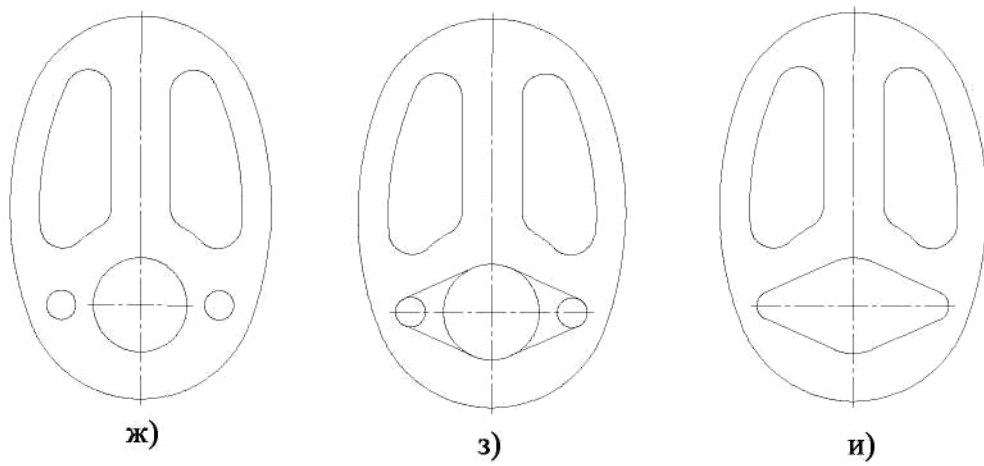

Рис. 2.12 - Последовательность выполнения лабораторной работы
2. Изобразить осевые линии (рис.2.12 а).
- б) щелкнуть по пиктограмме **Отрезок**, задать стиль линии **Осевая**, а затем изобразить осевые линии (рис. 2.12 а). При формировании изображений осевых линий использовать расширенную команду  - **Параллельный отрезок** -
3. Изобразить заданные окружности (рис. 2.12 а). Для точного указания точек использовать объектную привязку **Пересечение**. Для этого щелкнуть на кнопке  - **Установка глобальных привязок** и в открывшемся окне установить опцию **Пересечение**.
4. Построить окружности, касательные к заданным окружностям (рис. 2.12 б).
5. Удалить ненужные части окружностей. Использовать команду  - **Усечь кривую** панели **Редактирования** (рис. 2.12 в).
6. Построить дугу окружности **m** на заданном удалении от внешнего контура и прямую **n**, параллельную вертикальной оси симметрии (рис. 2.12 г). Использовать команду  - **Эквидистанта кривой** панели **Геометрия**.
7. Построить сопряжения между прямой **n** и дугой окружности **m**. Для построения сопряжений использовать команду  - **Скругление** (рис. 2.12 д, ж).
8. Построить окружности и касательные к ним. Для построения касательных использовать опцию  - **Отрезок, касательный к двум кривым** (рис. 2.12 з, и).
9. Удалить ненужные части окружности с использованием команды  - **Усечь кривую** (рис. 2.12 к).
10. Установить точность размерных надписей - число знаков после запятой 0 (рис. 2.12). Выполнить изображения размеров.